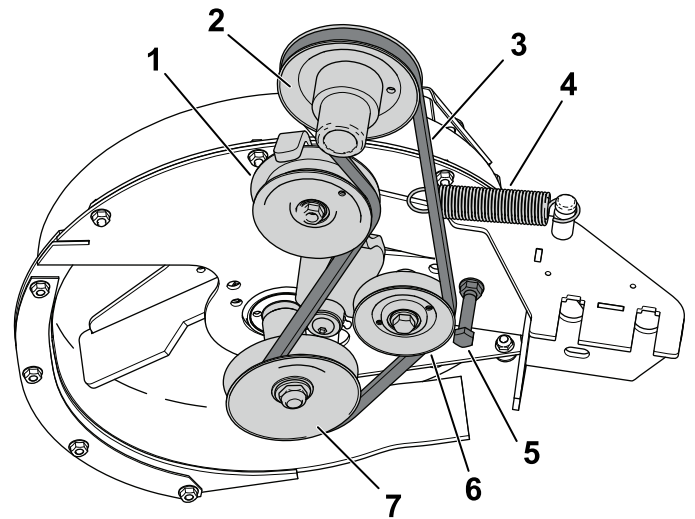

図 56
- ベルトガイドをゆるめる、または取り外す 図 56。
- スプリング付きのアイドラプーリを引っ張ってベルトのテンションを弱める 図 56。